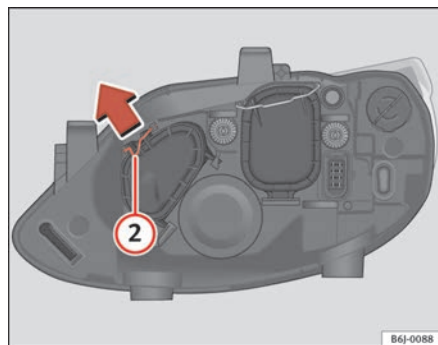

Fig. 147 Luz de carretera
- Desplace el tirante (2) en el sentido de la flecha y saque la tapa.⇒ fig. 147.